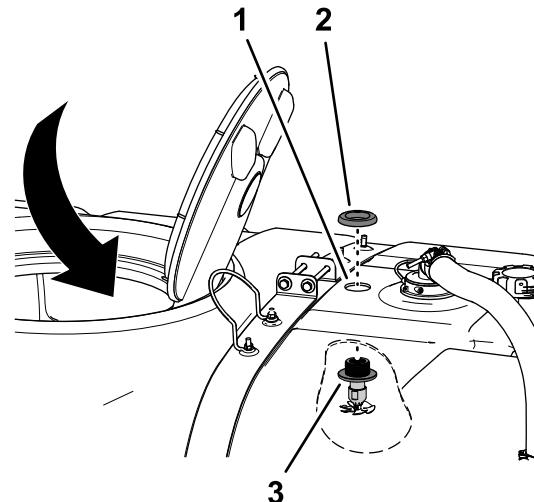

Рисунок 21
2. Установите пластиковую фланцевую гайку на резьбу переходного штуцера в верхней части бака и затяните фланцевую гайку от руки (Рисунок 21).
1. Изнутри бака через отверстие диаметром 41 см вставьте сопло в сборе вверх через отверстие диаметром 4,5 см, которое вы просверлили при выполнении указаний в разделе Сверление в баке опрыскивателя (страница 10), как показано на Рисунок 21.